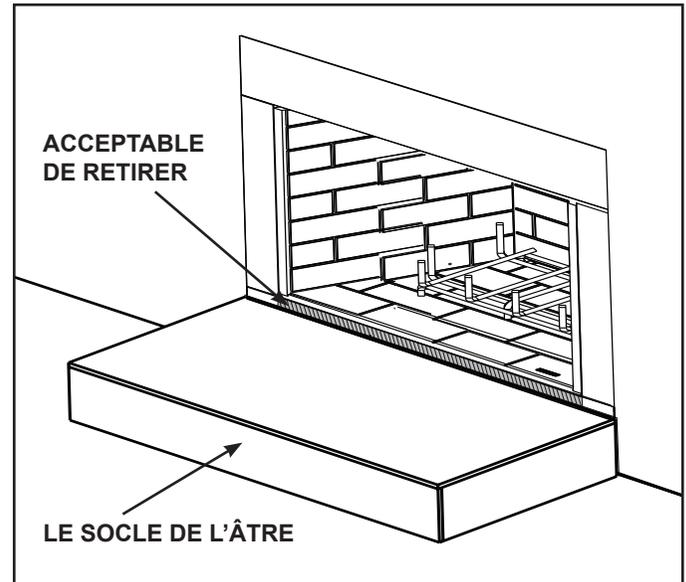

Figure 3.7 Foyer à combustible solide
Les exigences d'ouverture minimales du foyer pour un encadrement régulier d'une profondeur de 19 mm (3/4 po) sont montrées à la figure 3.7. Pour les ouvertures plus petites, un encadrement personnalisé est disponible.
- Il est possible de retirer un bord métallique qui dépasse du socle de l'âtre du foyer à combustible solide. Voir la figure 3.7.